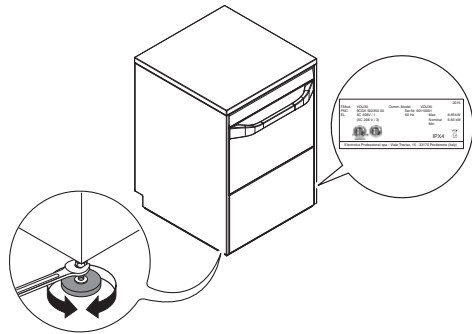

Figure 5
La placa de características contiene los datos de identificación y técnicos, y está situada en el panel lateral derecho del aparato (Figure 5).
- Instale el lavavajillas y ajuste las patas redondas correspondientes para nivelarlo (Figure 5).